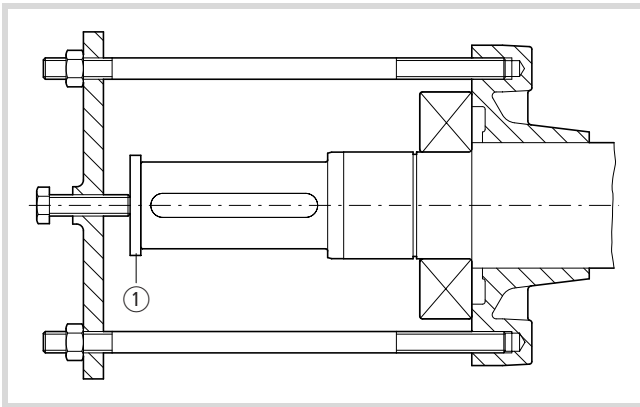

Abbildung 11: Innere Lagerdeckel und Wälzlager abziehen
- ▶ Ziehen Sie die Lagerdeckel AS (1.07) innen oder GS (2.05) innen zusammen mit dem Wälzlager von der Welle ab (→ Abb. 11).